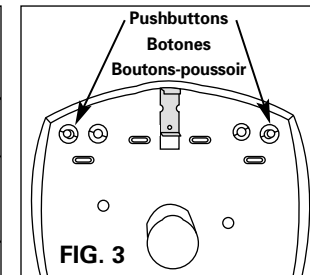

FIG. 3
3. Remove one of the pushbuttons from back panel of dispenser (see Figure 3).
3. Retirer l'un des boutons-poussoir situés à l'arrière de la boîte distributrice (Figure 3).